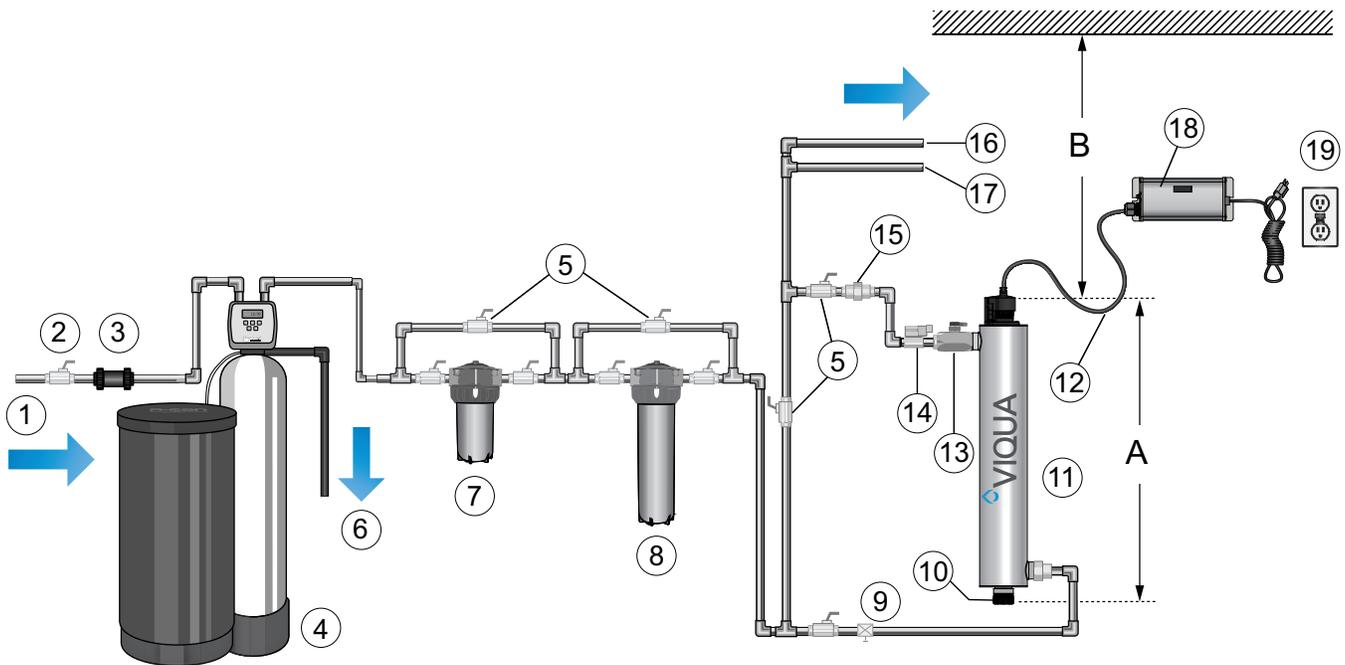
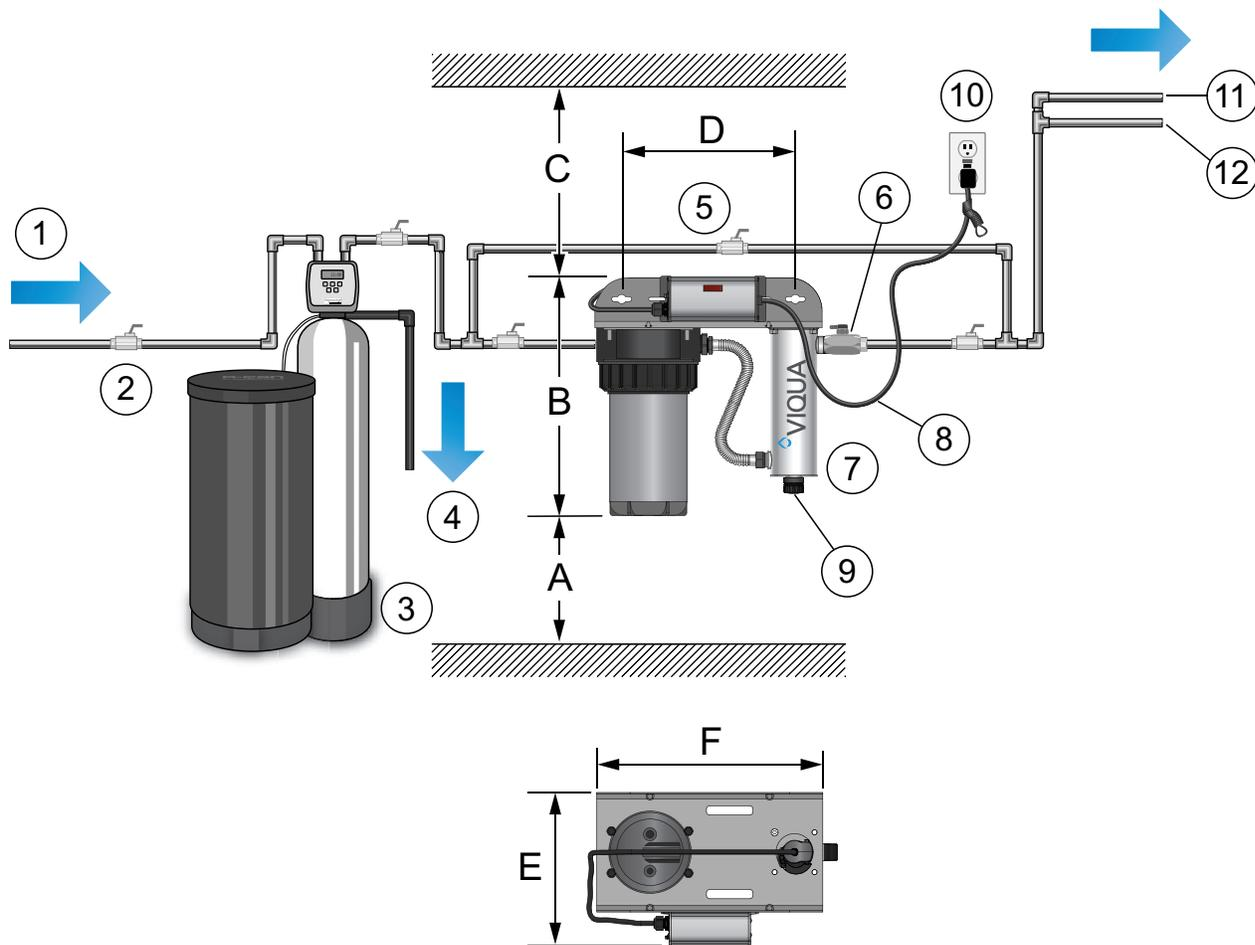
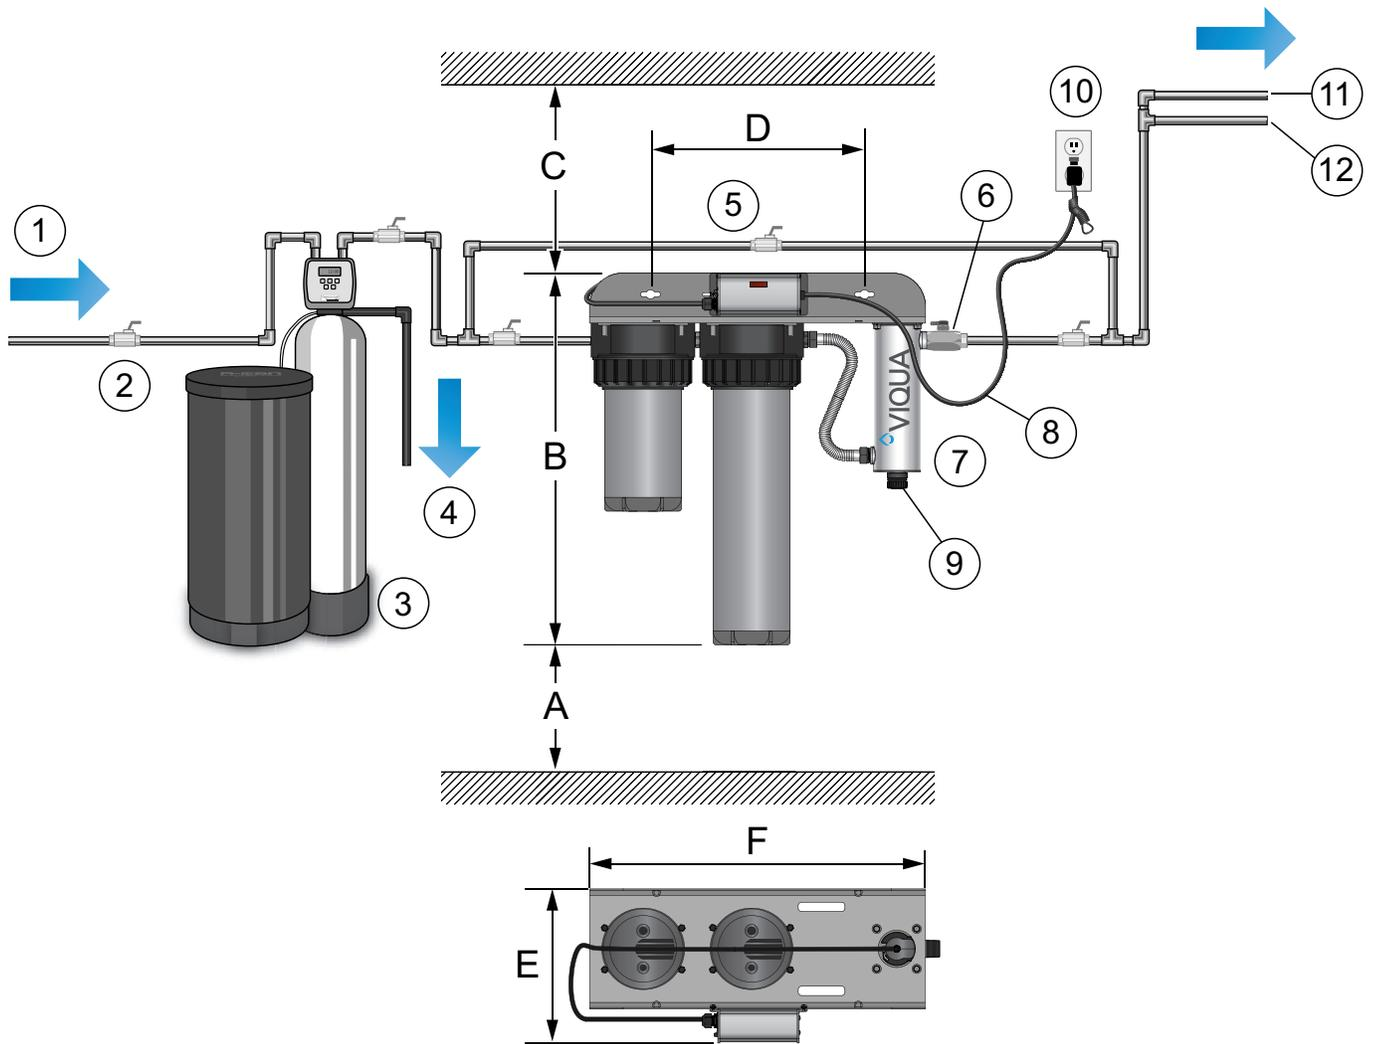

Figure 5 Installation type du système UV VH / VP / VH-V / VH-/2AW
Figure 6 Installation type du système UV VH-F (configuration à boîtier de filtre unique)
Figure 7 Installation type du système UV VH-F (configuration à boîtier de filtre double)
- Veillez à ce qu'il y ait un espace suffisant au-dessus/à côté de la chambre UV pour permettre le retrait de la lampe UV et du manchon de la lampe. Reportez-vous à la Figure 5, la Figure 6 et la Figure 7.
- Il est fortement recommandé d'installer des boucles d'égouttement dans toutes les cordes connectées au contrôleur. Reportez-vous à la Figure 5, la Figure 6 et la Figure 7.
- Un limiteur de débit (Figure 5, élément 15) doit être installé du côté de la sortie du système UV.
- Un dispositif anti-refoulement (Figure 5, élément 3) (non inclus) doit être installé en amont du système UV, des filtres et des autres procédés en amont.
- Un ensemble de dérivation (Figure 5, Figure 6 et Figure 7, élément 5) est recommandé pour l'entretien hors ligne du système.
- La Figure 5 (systèmes VH / VP / VH-V / VH-/2AW) et les Figure 6 et Figure 7 (systèmes VH-F) illustrent une installation type d'un système UV et de ses composants connexes.
3. Si elle est fournie, installez la vanne de gestion de la température optionnelle du côté de l'orifice de sortie de la chambre UV. Reportez-vous à la Figure 5 (élément 13) pour les systèmes UV VH / VP / VH-V / VH-/2AW et aux Figure 6 Figure 7 (élément 6) pour les systèmes VH-F.
- Veillez à prévoir une « boucle d'égouttement », comme illustré à la Figure 5 (élément 12), la Figure 6 (élément 8) et la Figure 7 (élément 8), sur le cordon d'alimentation afin d'empêcher toute infiltration d'eau dans le contrôleur.